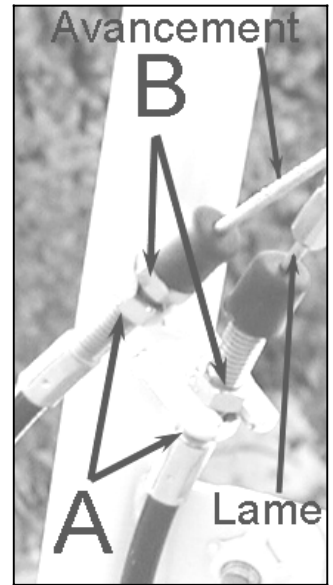

Figure 16
- Si lorsque vous appuyez sur la poignée de commande de la transmission, la machine n'avance pas ou que vous entendez la courroie patiner, ajustez la tension du câble de la transmission en dévissant le contre écrou de réglage du tendeur (figure 16, repère A), puis en dévissant l'écrou de réglage du tendeur (figure 16, repère B). Resserrez le contre écrou puis vérifiez si la machine fonctionne normalement. Refaites le réglage si la machine ne fonctionne pas normalement.
- Si lorsque vous relâchez la poignée de commande de la transmission, la machine ne s'arrête pas, ajustez la tension du câble de la transmission en dévissant le contre écrou de réglage du tendeur (figure 16, repère A), puis en vissant l'écrou de réglage du tendeur (figure 16, repère B). Resserrez le contre écrou puis vérifiez si la machine fonctionne normalement. Refaites le réglage si la machine ne fonctionne pas normalement.
- Si lorsque vous relâchez la poignée de commande de la lame, la lame ne s'arrête pas, ajustez la tension du câble en dévissant le contre écrou de réglage du tendeur (figure 16, repère A), puis en vissant l'écrou de réglage du tendeur (figure 16, repère B). Resserrez le contre écrou puis vérifiez si la machine fonctionne normalement. Refaites le réglage si la machine ne fonctionne pas normalement.
- Si lorsque vous démarrez la machine et que la lame tourne ou que vous entendez la courroie patiner, ajustez la tension du câble en dévissant le contre écrou de réglage du tendeur (figure 16, repère A), puis en dévissant l'écrou de réglage du tendeur (figure 16, repère B). Resserrez le contre écrou puis vérifiez si la machine fonctionne normalement. Refaites le réglage si la machine ne fonctionne pas normalement.